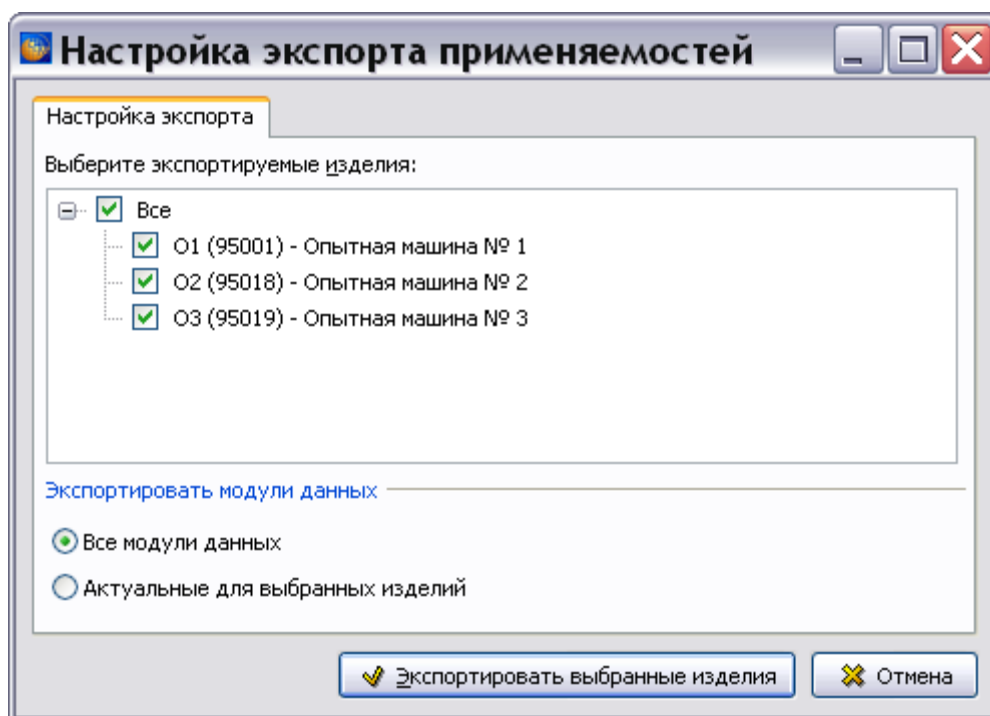

Рис. 21.40
10. Нажмите на кнопку **Экспортировать**. Если в проекте для версий модулей данных заданы применяемости, то откроется окно **Настройка экспорта применяемостей** (Рис. 21.40). Если в проекте не заданы применяемости, то *система* произведет экспорт проекта или его раздела.